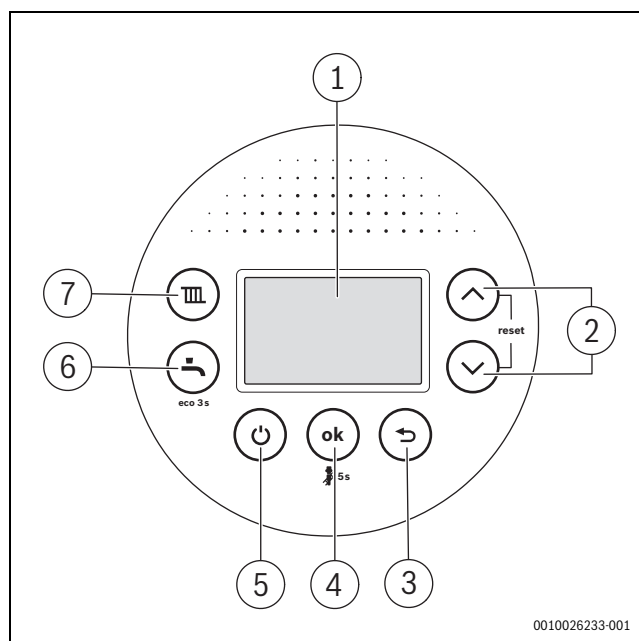

Bild 104 Bedienfeldübersicht
Nach der Inbetriebnahme schaltet die Taste  (→ Bild 104, [5]) gleichzeitig Heizung und Warmwasserbereitung durch das Brennwertgerät ein oder aus, ohne die Spannungsversorgung zu unterbrechen.
- Im normalen Betrieb das Gerät mit der Taste  (→ Bild 104, [5]) ausschalten.